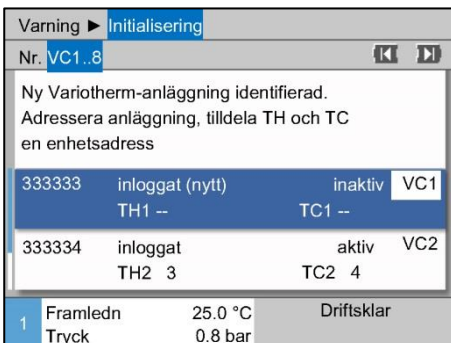

Bild 20: Tilldela modul-ID
2. Tryck på knappen och ställ in adress till VC-modul (→ Bild 20 t.ex. VC1)